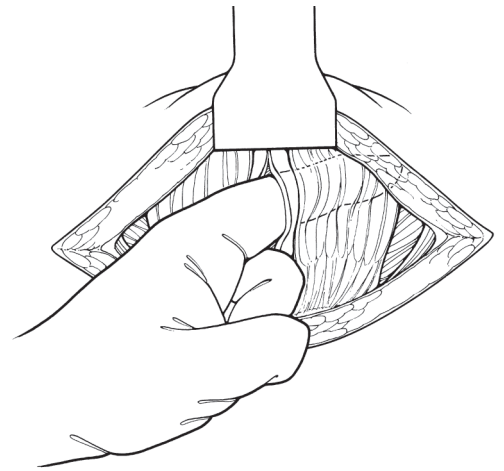

Figura 4-8. Separazione della linea alba
10. Effettuare un'incisione sovrapubica, dividere la fascia retta trasversalmente, quindi con una divaricazione separare la linea alba in modo da raggiungere lo spazio prevescicale. (**Figura 4-8**)